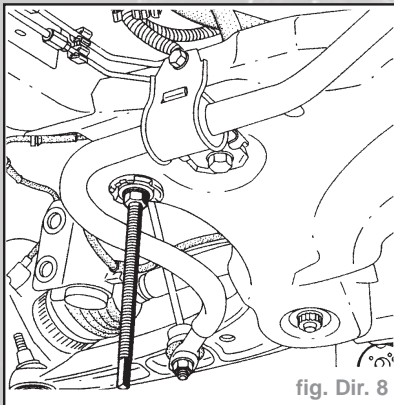

fig. Dir. 8
- Retirer les renforts de berceau et remplacer les vis de fixation du berceau une à une par les tiges filetées (outil **T.Av. 1233-01**) (fig. Dir. 8)